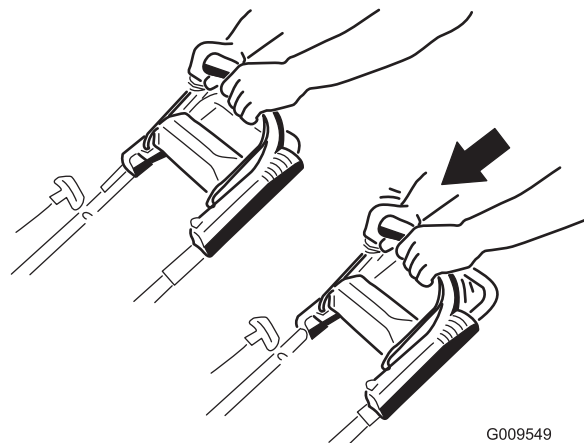

**Figuur 14**
2. Trek aan de handgreep van het startkoord (Figuur 14)
**Opmerking:** Trek de starthandgreep langzaam uit totdat u weerstand voelt, daarna krachtig uittrekken (Figuur 14). Laat het koord langzaam terugkeren.